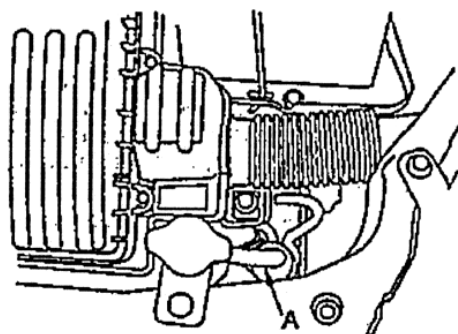

Рис. 10. Положение измерительного щупа
3. Извлечь измерительный щуп и протереть его ветошью. Установить щуп на место (рис. 10).